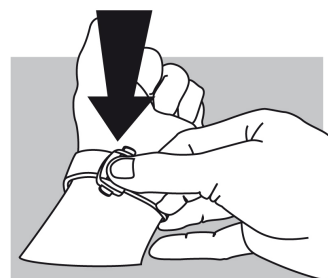

fig. 2
**Cierre (fig. 2):** póngase el reloj en la muñeca y oprima con el pulgar el cierre contra la pulsera, hasta que oiga un clic (fig. 2).